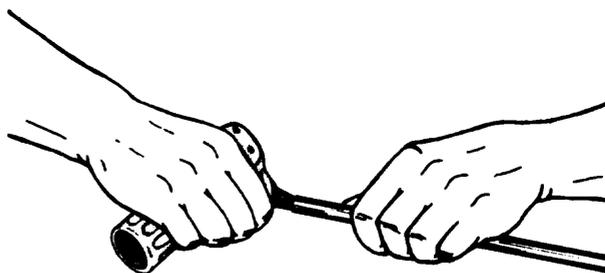

Fig. 3
- 6º paso *Quite las rebabas* (fig. 3).